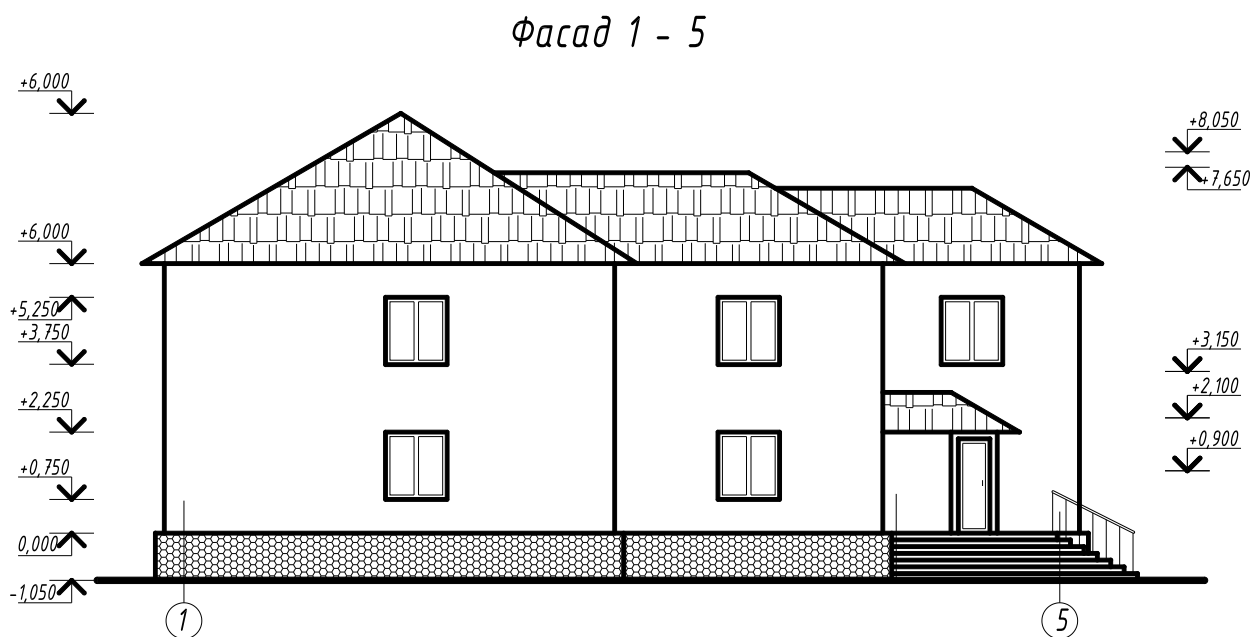

Рисунок 62 – Образец выполнения фасада здания
- 5 Образец выполнения фасада здания приведен на рис. 62, окончательное оформление чертежа в приложении В.